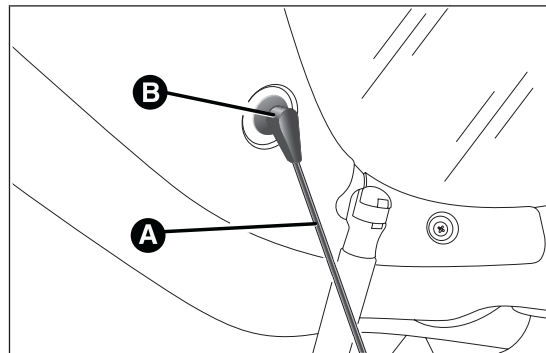

fig. 55
- ☐ liberar los extremos de las dos varillas A fig. 55 de sujeción de la bandeja sacando los ojales B de los pernos de sujeción;